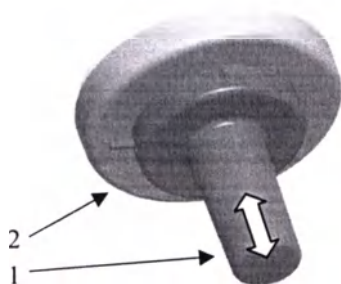

Рис. 3. Монтаж/демонтаж съемной рукоятки
- Для того чтобы снять автоклавируемую рукоятку нажмите на кнопку (рис. 3, поз. 2) и снимите ручку (рис. 3, поз. 1).
- Чтобы установить рукоятку (рис. 3, поз. 1) надевайте ее до тех пор, пока не произойдет ее автоматическая фиксация.
Съемная рукоятка (рис.3, поз.1) изготовлена из материала устойчивого к высокотемпературной стерилизации. Рукоятка должна чиститься, дезинфицироваться и стерилизоваться перед самым первым и каждым последующим применением.